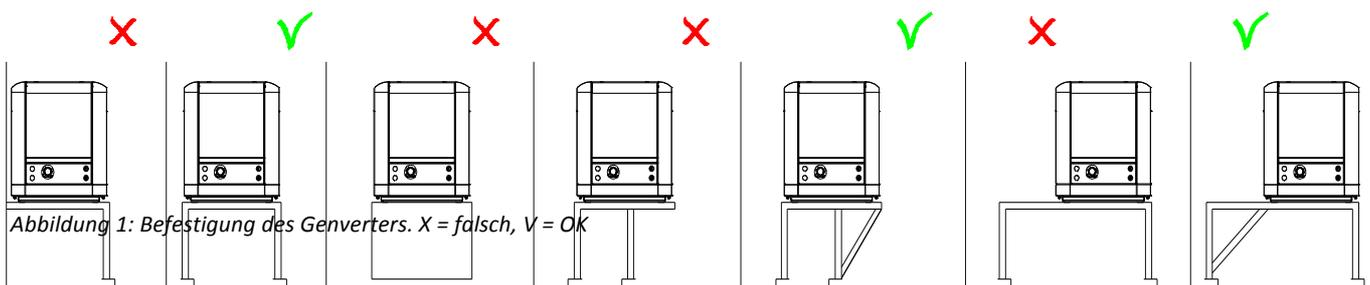

Abbildung 1: Befestigung des Genverters. X = falsch, V = OK
- 1 Am wichtigsten ist die Struktur, auf der ein Genverter montiert wird, um stabil zu sein. Die Struktur sollte direkt unterhalb des Basisrahmens vertikal zu den Trägern des Schiffes abgestützt werden. Wenn das nicht möglich ist, sollten horizontale Strukturen durch zusätzliche Vorrichtungen stabilisiert werden. (siehe Abb. 1).
- 5 Die Basis des Generators sollte niemals direkt an Wände oder Tanks befestigt werden (siehe Abb. 1).